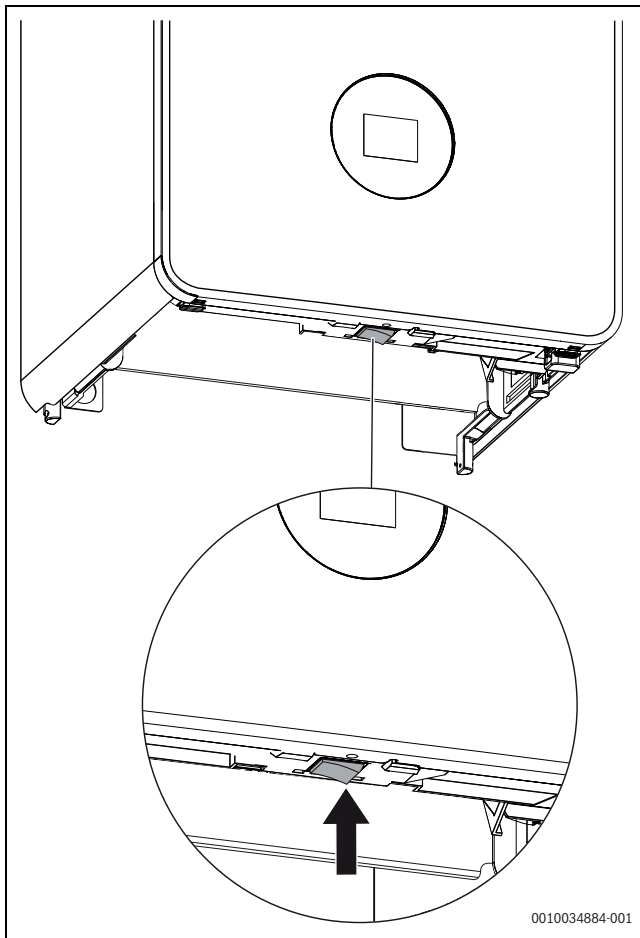

Bild 1 Schalter Ein/Aus
- ▶ Gerät am Schalter Ein/Aus (→ Bild 1, Seite 5) ausschalten.